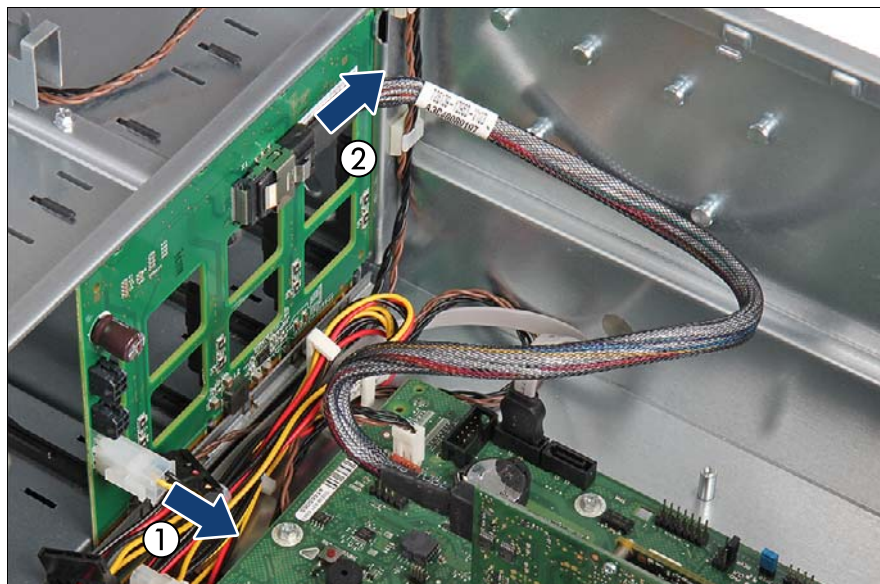

図 58: ケーブルの取り外し
- ▶ SAS バックプレーンにケーブルを接続します (図 58 を参照)。